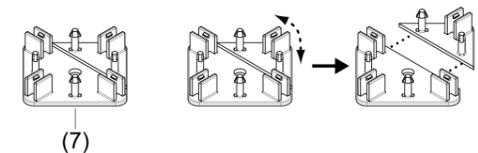

Bild 4: Verbinder teilen
- Verbinder (7) mit geeigneten Schrauben auf dem Montagegrund befestigen.
- LED-Lampen mit den Rastnasen (2) in die Verbinder (7) drücken, bis sie spürbar einrasten.
- LED-Lampen an den äußeren Eckpunkten des Rasters zusätzlich mit Hilfe der Montagebohrung (3) fixieren.
**i** Für die Montage der LED-Lampen am Rand des Rasters lassen sich die Verbinder an einer Sollbruchstelle teilen (Bild 4).